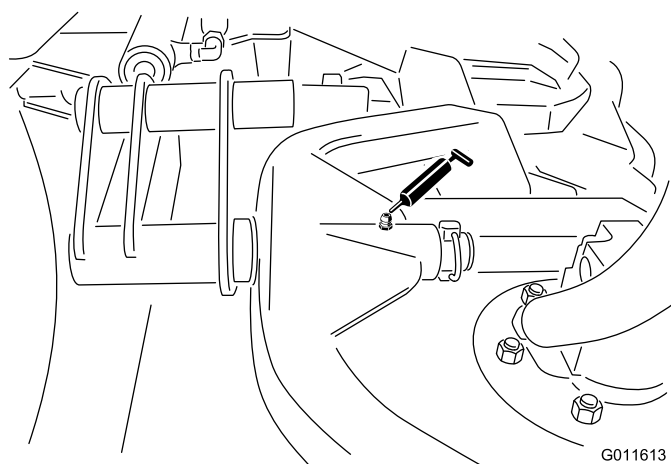

図 31
- カuttingユニットのキャリアフレームのピボット各1 図 31